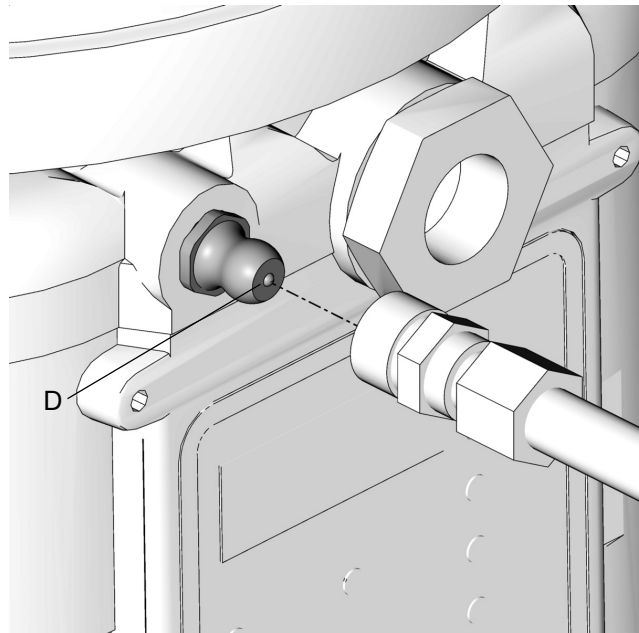

FIG. 13
- Nettoyer toujours le raccord (D) (FIG. 13) avec un chiffon propre et sec avant de remplir le réservoir. La poussière et/ou des débris peuvent endommager la pompe et/ou le système de lubrification.
1. Raccorder le flexible de remplissage au raccord Zerk d'entrée de remplissage. (FIG. 13)
2. Raccorder le flexible de remplissage au raccord Zerk d'entrée de remplissage (voir FIG. 13).
- Raccorder le flexible de remplissage au raccord d'entrée (voir FIG. 13).